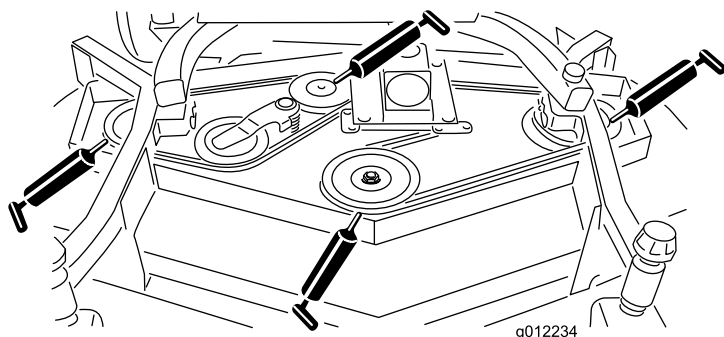

図 20
- スピンドルのシャフトのベアリング3ヶ所プーリの下(図 20)
- アイドラームのシャフトのベアリング(図 20)